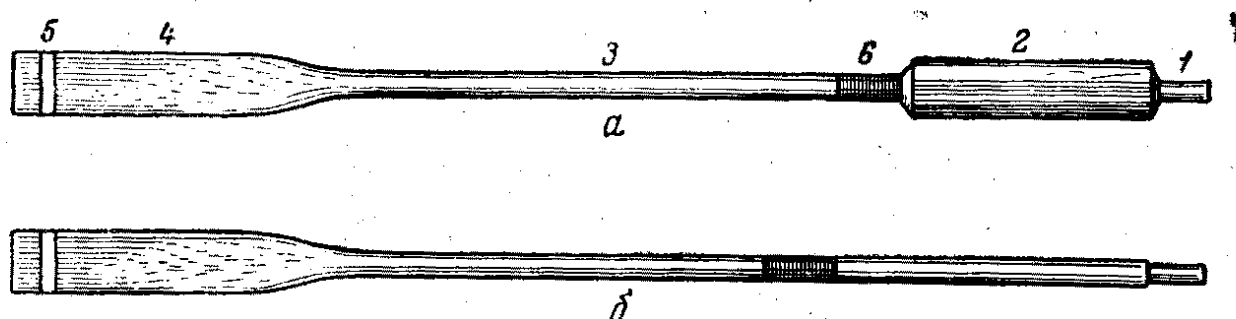

Рис. 214. Весла
1. Весла (рис. 214) служат для движения шлюпки при использовании физической силы гребцов. В шлюпке их надлежит иметь по числу гребцов и два запасных. Весла бывают:
а) вальковые (рис. 214,а), применяемые на барказах, катерах, шестерках, четверках и двойках;
б) распашные (рис. 214,б), применяемые на вельботах и спасательных шлюпках;